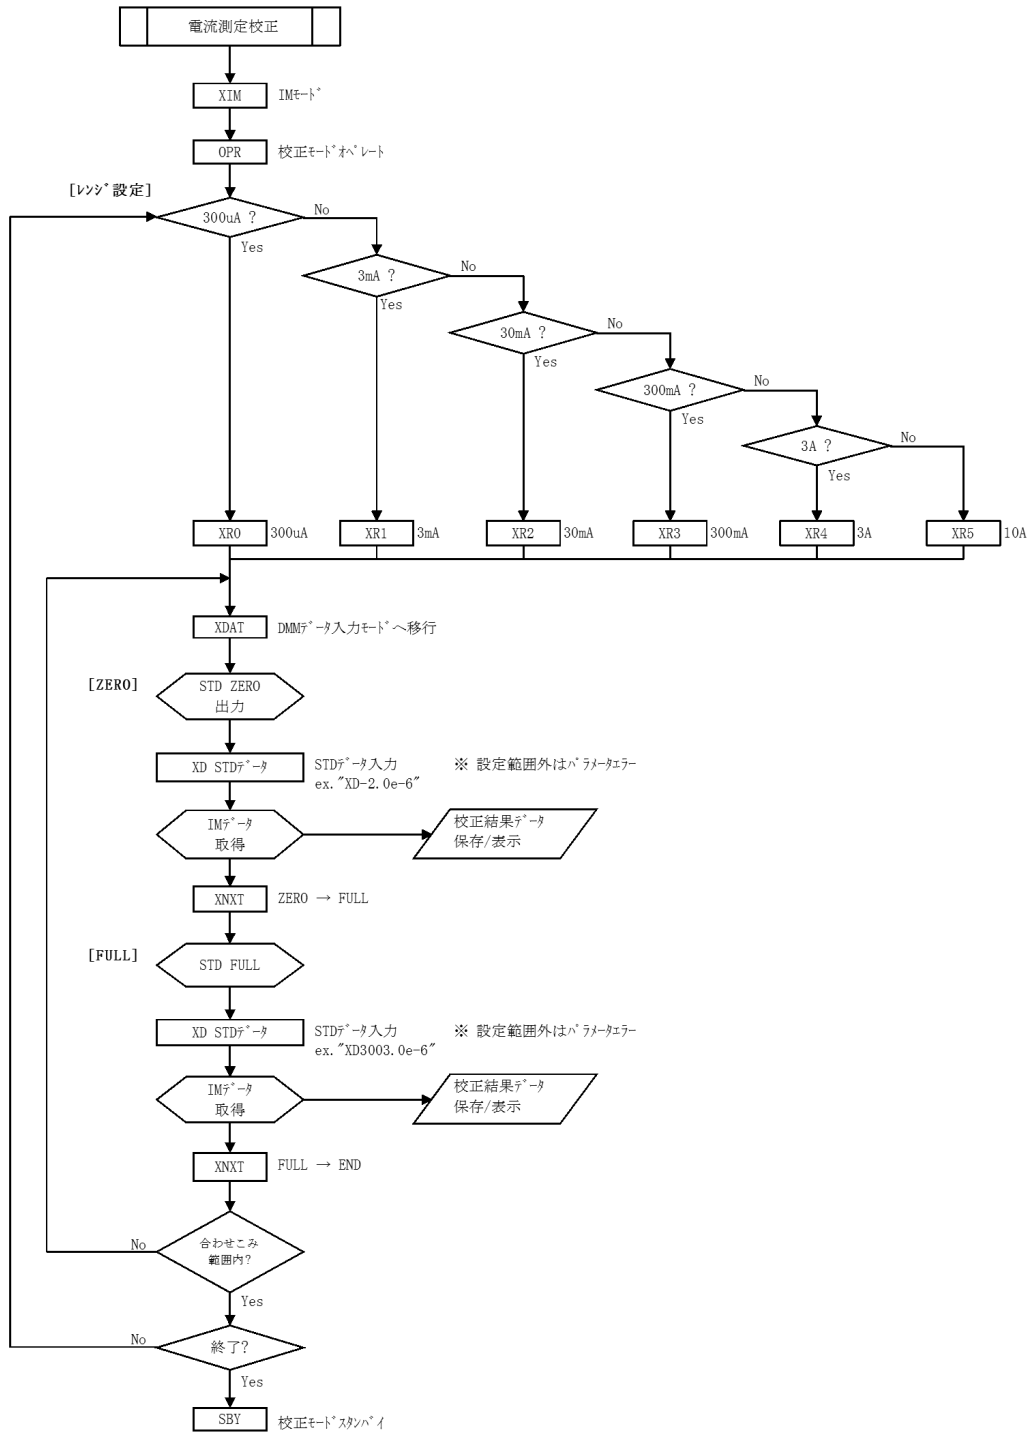

図 8-8 校正手順 (4)
電流測定の校正手順を図 8-8 校正手順 (4) で説明します。